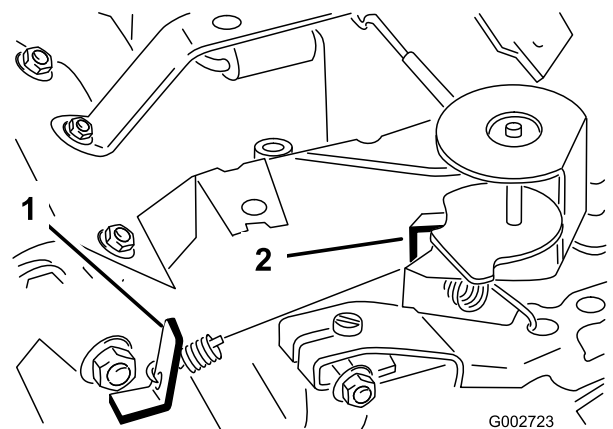

Bild 40
- Biegen Sie den Anker-Federmitnehmer (Bild 40), um eine Leerlaufgeschwindigkeit von 1.675 U/min bis 1.175 U/min zu erzielen.
6. Biegen Sie den Federankernitnehmer in der Vollgaseinstellung (Bild 40), bis Sie eine Vollgasdrehzahl von 3.350 U/min bis 3.450 U/min erzielen.